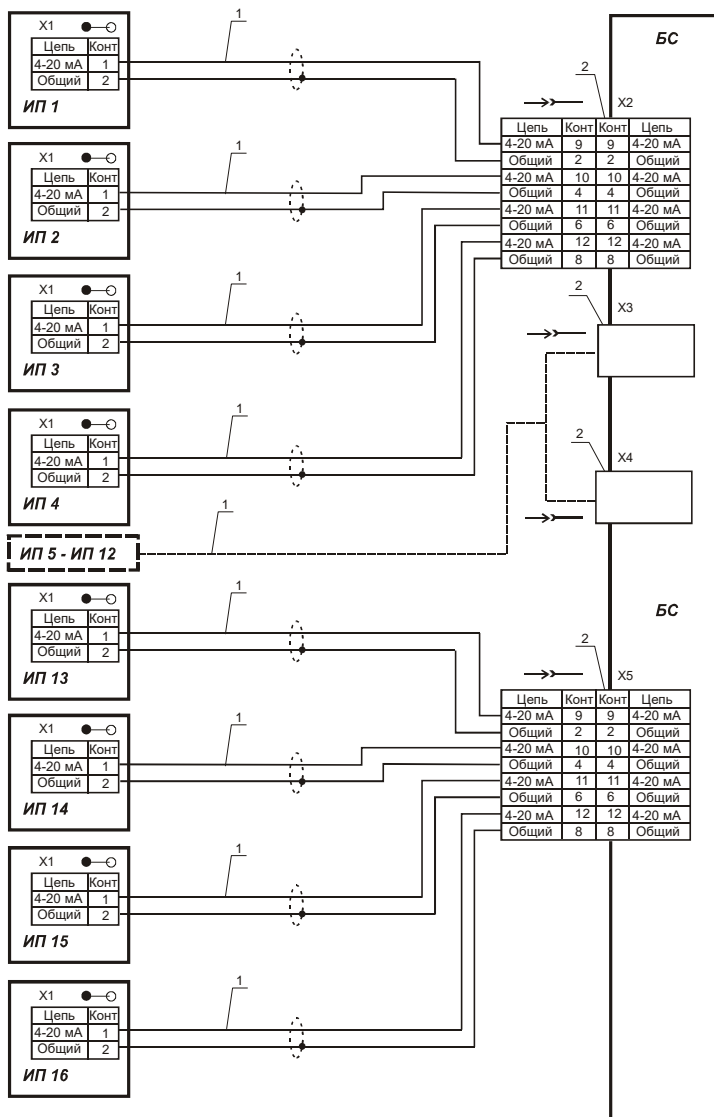

РИС. 5
2. Соедините разъем X1/РК-4 с разъемом X2/БС (X3/БС, X4/БС, X5/БС, см. рис. 5 РЭ) с помощью кабеля соединительного. Используя розетку кабельную 2РМ24КПН19Г1В, изготовьте кабель для подключения к разъему X3/РК-4 устройства для измерения токового сигнала 4-20 мА.